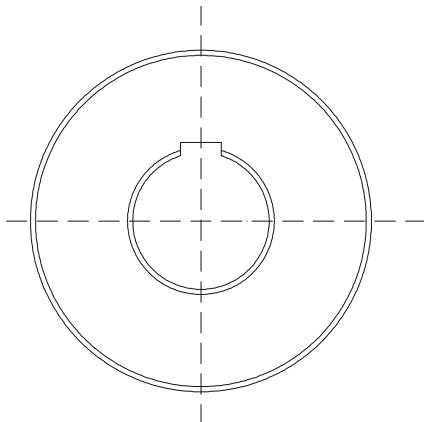

图 4-4-4
STEP 02 使用 TRIM 命令修剪多余的线条, 如图 4-4-4 所示。其具体操作如下: